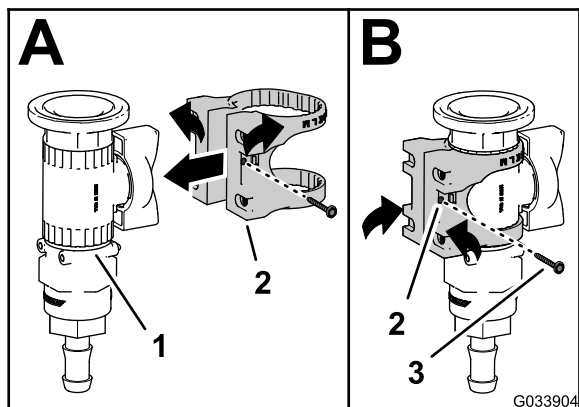

Figure 11
1. Montez le dispositif de montage de vanne sur la vanne de commande, comme montré à la Figure 11.
2. Fixez le support de montage sur la vanne de commande à l'aide d'une vis à embase, puis serrez la vis à la main (B de Figure 11).